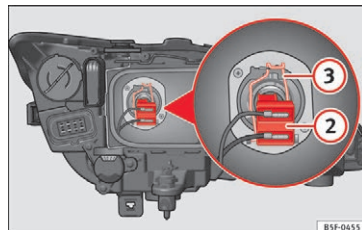

Fig. 103 Nærlys
- Træk stikket » Fig. 103 ② af pæren.
- Tag fjederen » Fig. 103 ③ af ved at trykke den ind og dreje mod højre.